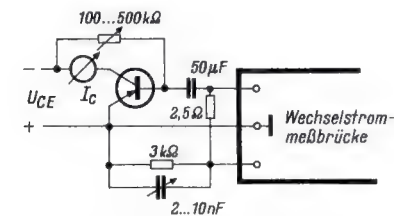
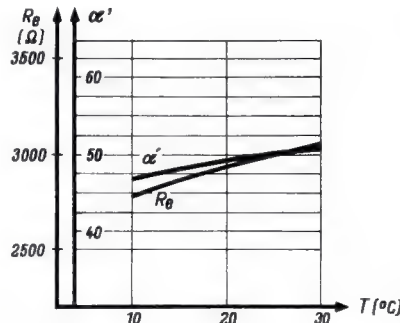

Bild 5. Messung des Eingangswiderstandes mit der Wechselstrommeßbrücke
Bild 6. Änderung der Stromverstärkung und des Eingangswiderstandes mit der Temperatur
Um die Abhängigkeit der wichtigsten Parameter zu ermitteln, wurden α' und R_e nach Bild 3 und Bild 5 gemessen. Die Brückenspeisespannung der Wechselstrommeßbrücke in Bild 5 wurde durch Belastung mit 2,5 Ω auf 10 mV herabgesetzt, um eine Übersteuerung des Transistors zu verhindern. Der Transistor wurde bei diesen Messungen in einem Gefäß mit destilliertem Wasser untergebracht. So war es möglich, die Temperatur genau zu messen und konstant zu halten. Durch Mischen mit kälterem oder wärmerem Wasser läßt sich jede gewünschte Temperatur im interessierenden Bereich einstellen. Bild 6 zeigt das Ergebnis: Beide Parameter werden mit der Temperatur größer. Da aber α' stärker zunimmt als R_e^1 , steigt auch die Stufenverstärkung
1) Die Nullpunkte der beiden Kurven in Bild 6 liegen verschieden hoch, dadurch verläuft im Bild die Kurve für α' flacher!